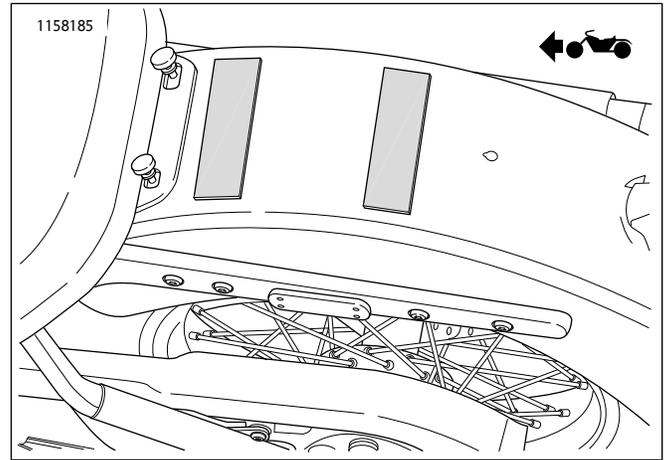

图1。防磨损胶带布置
1. 参见图1。将防磨损胶带剪切为两段，然后修剪至后挡板的宽度并粘贴。